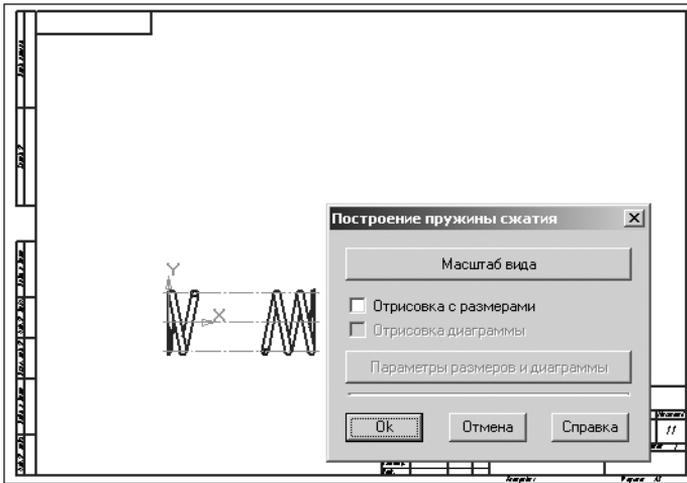

Рис. 4.40. Графическое изображение пружины сжатия и диалоговое окно **Построение пружины сжатия**
- щелкните в главном окне системы **Проектирование цилиндрической пружины сжатия** по кнопке **Построение**. Появятся графическое изображение только что рассчитанной пружины сжатия и диалоговое окно **Построение пружины сжатия**, см. рис. 4.40.
- щелкните в диалоговом окне **Построение пружины сжатия** (см. рис. 4.40) по кнопке **Масштаб вида**. Появится диалоговое окно **Выбор масштаба** (см. рис. 4.25);